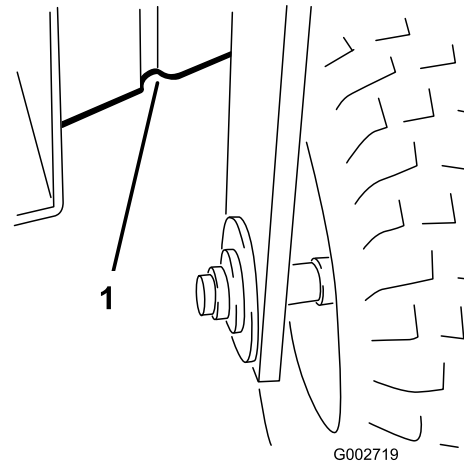

Figura 18
- Anteriori – sotto il telaio, dietro la ruota anteriore (Figura 18).